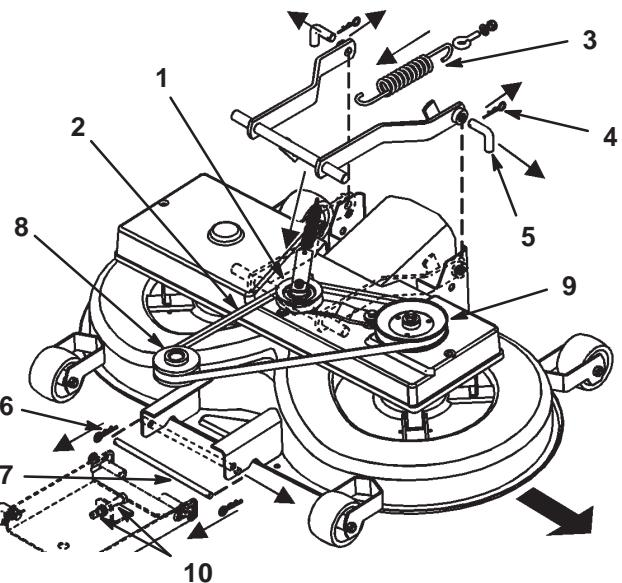

Figure 42
- Tirez l'ensemble bras de renvoi vers l'intérieur et ôtez la courroie trapézoïdale de la poulie (Fig. 42).
- Décrochez le ressort du levier d'engagement (Fig. 42).
- Otez les goupilles fendues des deux goupilles arrière et déposez ces dernières (Fig. 42). Vous aurez peut-être besoin d'une pince pour enlevez la deuxième goupille.
- Otez la goupille fendue de la goupille avant et déposez cette dernière (Fig. 42).
- Enlevez la courroie trapézoïdale de la poule motrice (Fig. 42).
2. Enlevez l'ensemble poulie à courroie trapézoïdale et bras de renvoi (Fig. 42).
2. Placez la goupille inférieure de la suspension de réglage avant dans la position inférieure des fentes, en réglant les 2 écrous (M12) sur la suspension avant (Fig. 42).